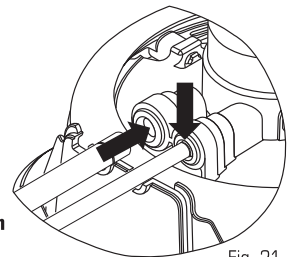

Fig. 21
5. **Inserte** los tubos VERDE y AZUL conectados al grifo auxiliar eSpring en las ubicaciones adecuadas en el soporte (Fig. 21).